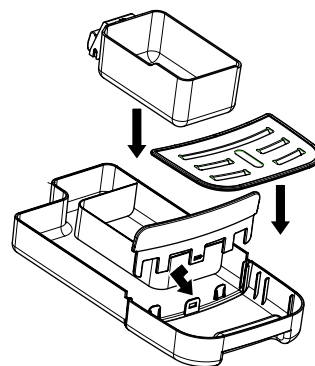

Abb. 11: Tropfschale zusammensetzen
12. Setzen Sie die Tropfschale (Abb. 11) und die anderen Teile wieder zusammen und schieben Sie die Tropfschale und den Kaffee-Milchlauf wieder in das Gerät.